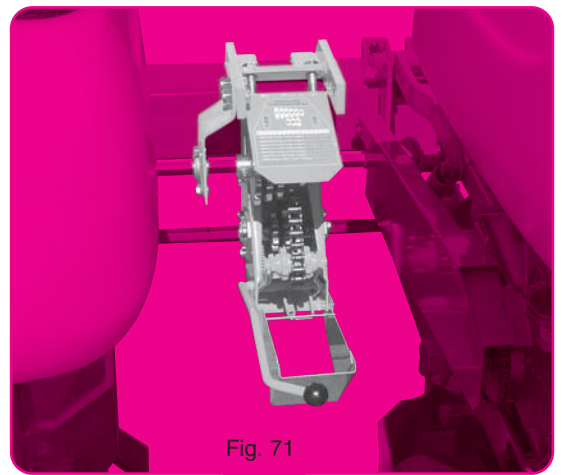

Fig. 71
- Montage déporté (fig.71) pour semoir à nombre de rangs impair. La boîte se place à gauche et au plus près de l'élément central : pour cela supprimer 1 des paliers ④ support axe hexagonal.
- Offset assembly (fig. 71) for planters with an odd number of rows and inter-row spacing under 45 cm (18"). The gearbox is then mounted on the left and as close as possible to the central metering unit. To do so, remove one of the bearing fingers ④ which support the hexagonal shaft.
Seitlich gesetzte Montage (Abb. 71) für Sämaschinen ungerader Reihenanzahl und Reihenabstände unter 45 cm. Das Wechselgetriebe wird links und ganz nah am mittleren Element angebracht. Bei dieser Stellung ist die Lagerstütze ④ zu entfernen.
- Сборка со смещением (рис.71) для сеялок с нечетным количеством рядов и расстоянием между рядами менее 45 см. Коробка передач монтируется слева и как можно ближе к центральному дозатору. Для этого необходимо снять одну несущую пластину ④, которая поддерживает шестигранный вал.